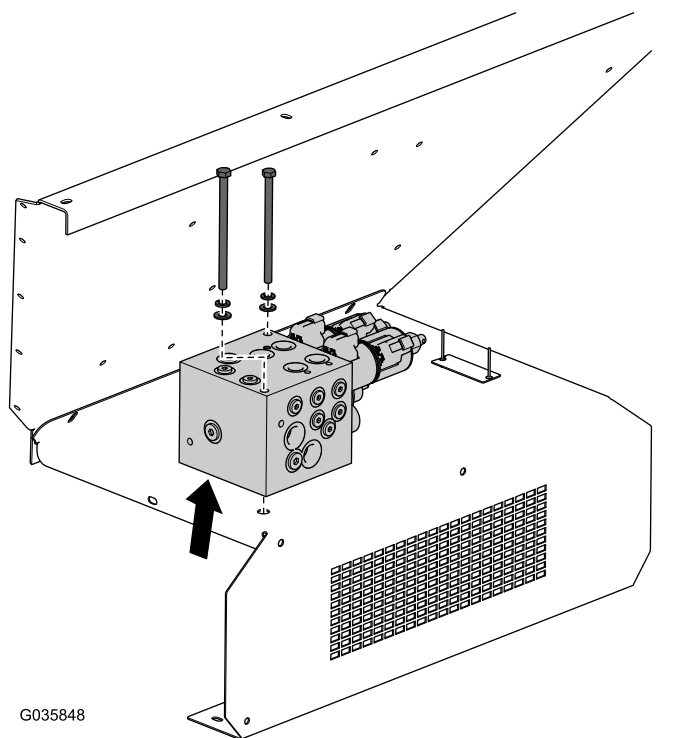

图5
1. 从歧管挡块上拆下并保留螺栓和垫圈以备随后的安装之用 图5。
3. 将歧管提离冲洗防护装置高度足以卸除现有冲洗防护装置即可 图5。